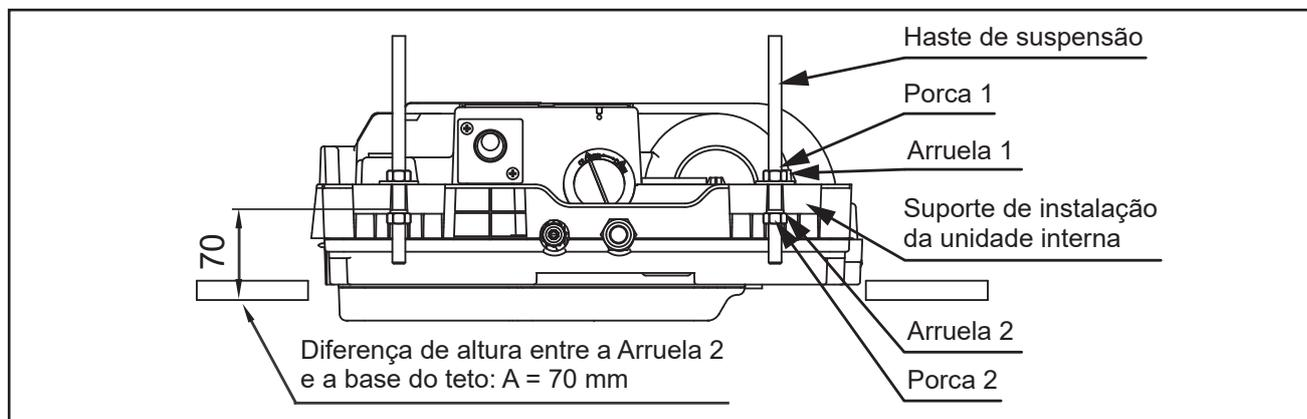

FIG. 16
3. Prenda as hastes de suspensão nos ganchos, suspenda a unidade e inicie o ajuste do nivelamento da unidade com as arruelas e as porcas sextavadas (Fig. 16).
- Ajuste a altura da porca 2 para que a diferença entre a superfície superior da arruela 2 e a base do teto seja de 70mm ("A" - Fig. 16).